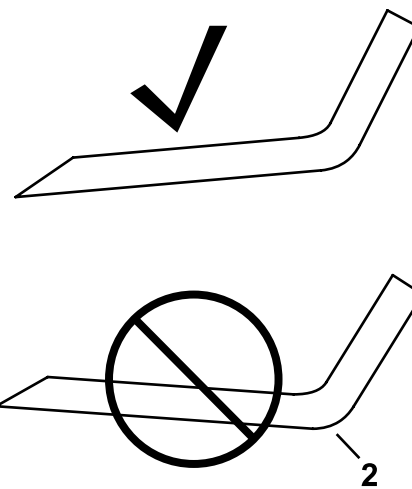

**Figura 74**
4. Inspeccione los fillos de todas las cuchillas. Si están romos o tienen mellas, afílelos; afíle únicamente la parte superior del filo y mantenga el ángulo de corte original para asegurar un afilado correcto (Figura 74).